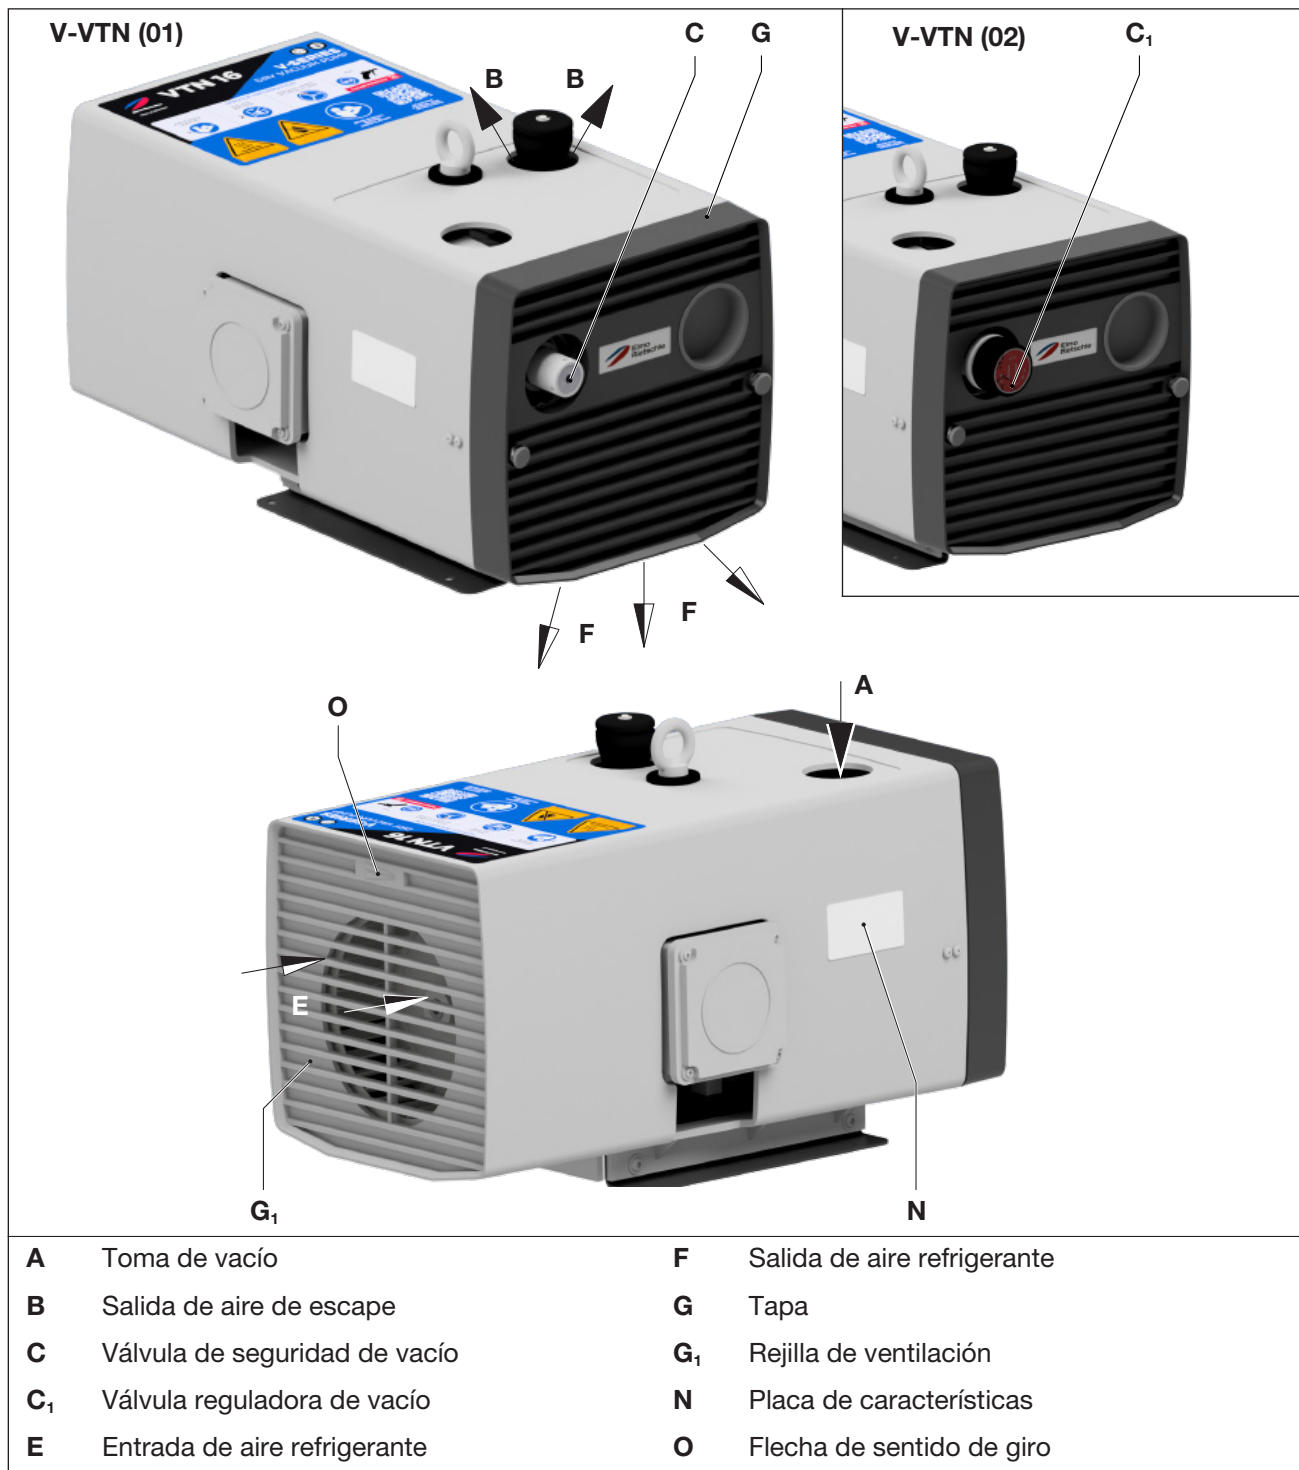

Fig. 2 Bomba de vacío V-VTN - versión 01 (con válvula de seguridad) / versión 02 (con válvula reguladora)
- Se debe poder acceder con facilidad a la tapa (Fig. 2/G) y la rejilla de ventilación (Fig. 2/G1).
- Retirar el tapón ciego de la conexión de aspiración (Fig. 2/A).
- Conectar la tubería a la conexión de vacío (Fig. 2/A).
- El aire aspirado puede expulsarse por la salida del aire de escape (Fig. 2/B) o a través del tubo flexible o la tubería.
El vacío necesario se puede ajustar con la válvula reguladora de vacío (Fig. 2/C1) conforme al símbolo indicado en el botón giratorio.
Los datos eléctricos del motor figuran en la placa de características (Fig. 2/N) o en la placa del motor. Los motores se corresponden con EN 60034 y son de índice de protección IP 55 y clase de aislamiento F. El esquema de conexión correspondiente se encuentra en la caja de bornes del motor.